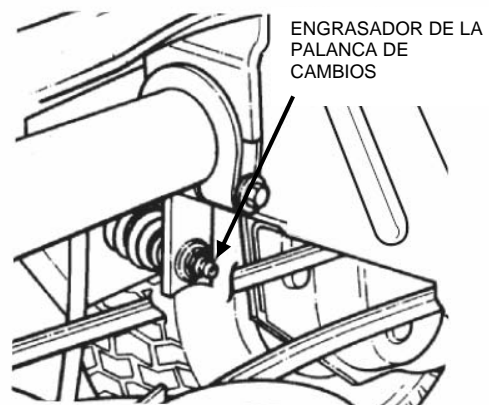

FIGURA 3.7a
1. Lubrique el engrasador de la palanca de cambios con dos inyecciones de grasa común aplicadas con una pistola engrasadora. Vea la Figura 3.7a.